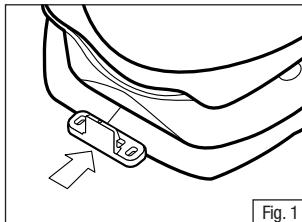

Fig. 1
2. Placer le verrou sur la partie inférieure avant du cadre de manière que le taquet de sécurité soit face au cadre. Pousser le verrou vers l'avant contre le cadre de manière qu'il chevauche la rainure du cadre. S'assurer que le centre du verrou (repère circulaire situé sur le dessus du verrou) soit aligné avec le centre du cadre. (Fig. 1)